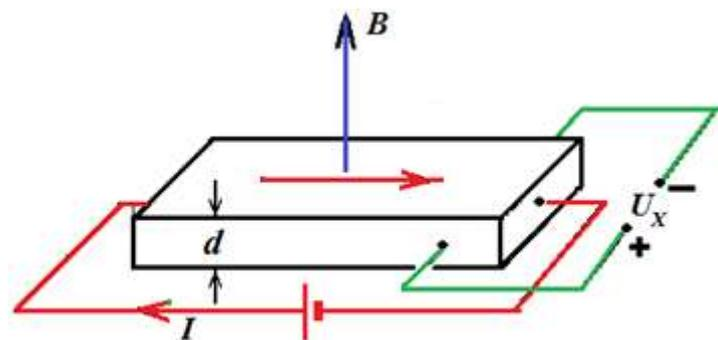
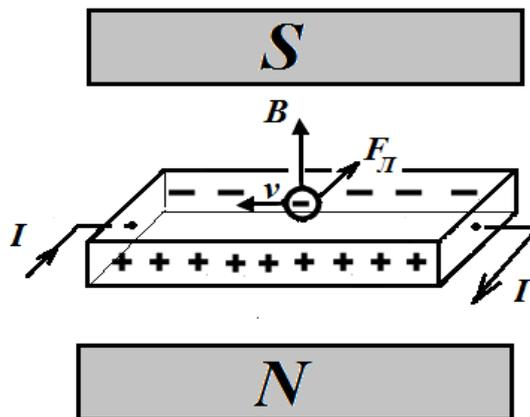

Рис. 3.
Рис. 4.
Если пропускать ток I через прямоугольную пластинку проводника или полупроводника вдоль длины пластинки, а перпендикулярно плоскости пластинки и направлению тока приложить магнитное поле B , то на боковых гранях пластинки возникает разность потенциалов U_x (рис. 3).
На рис. 4 показано направление силы Лоренца, действующей на электроны проводимости в помещенном в магнитное поле металле или в полупроводнике n -типа (с электронным типом проводимости). Ток I вдоль пластинки идет слева направо, вектор магнитной индукции B направлен вертикально вверх. Напомним, что электроны, имеющие отрицательный заряд, движутся в сторону противоположную току. Воспользовавшись правилом векторного произведения и учитывая отрицательный знак заряда электрона, из формулы (2) определяем, что электроны отклоняются силой Лоренца на дальнюю грань пластинки. Вследствие этого на ней возникает избыток электронов, а на ближней грани – их недостаток. Дальняя грань пластинки заряжается отрицательно, а ближняя – положительно, и между ними возникает *поперечная разность потенциалов* U_x , называемая *ЭДС Холла* (рис. 3).